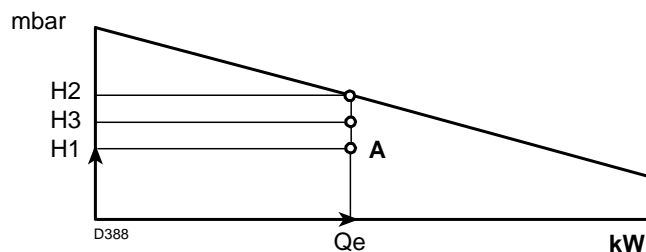

Abb. 1
- 4 Ziehen Sie eine senkrechte Linie vom Punkt A (Abb. 1) und suchen Sie den Höchstdruck H₂ des Regelbereichs.
Ist H₃ größer als H₁ (Abb. 1), kann der Brenner die geforderte Leistung erzeugen.